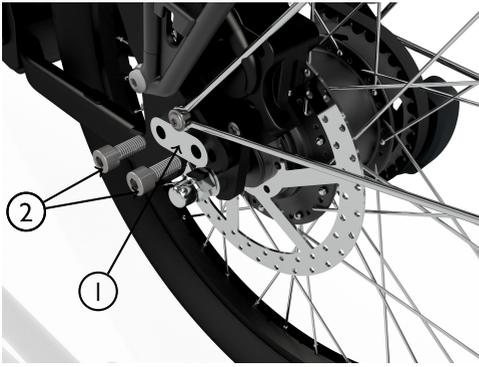

Figure 6 : Demontage der originalen Klemmplatte
- ①: Zähne der Kunststoffscheibe
- ②: zugehörige Aussparungen in der Weberkupplung
Montage am chike Lösen Sie zunächst die beiden Schrauben (2), Abb. 6 am linken Ausfallende vollständig (Inbus 6) und entfernen die Klemmplatte (1). Diese Klemmplatte wird durch die Adapterplatte ersetzt. Verwenden Sie für die Montage der Adapterplatte unbedingt die beiliegenden längeren Zylinderkopfschrauben